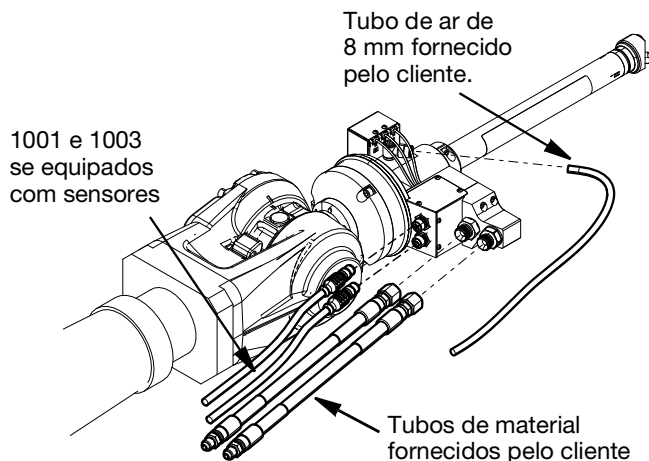

FIG. 7
2. Desligar o tubo de entrada do material e o tubo de retorno do material. Utilizar sempre duas chaves inglesas ao soltar a ligação do tubo de alta pressão. Consulte a FIG. 7.
3. Desligar o tubo flexível de 8mm. Consulte a FIG. 7.
4. Desligue os conectores dos cabos ao desaparafusar a conexão no cabo conector de 5 pinos (1001) e o cabo conector de 8 pinos (1003), se houver. Consulte a FIG. 7.